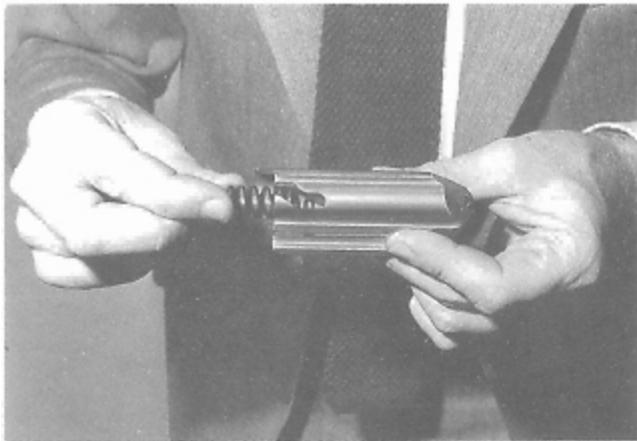

Fig. 41
- 4) Prendere l'otturatore ed infilare sul suo foro di sede la molla rinculo otturatore (fig. 41).
- 4) Place the bolt recoil spring in its seat on the bolt (fig. 41).
- 4) Prendre l'obturateur et introduire dans l'orifice de son logement le ressort de recul de l'obturateur (fig. 41).